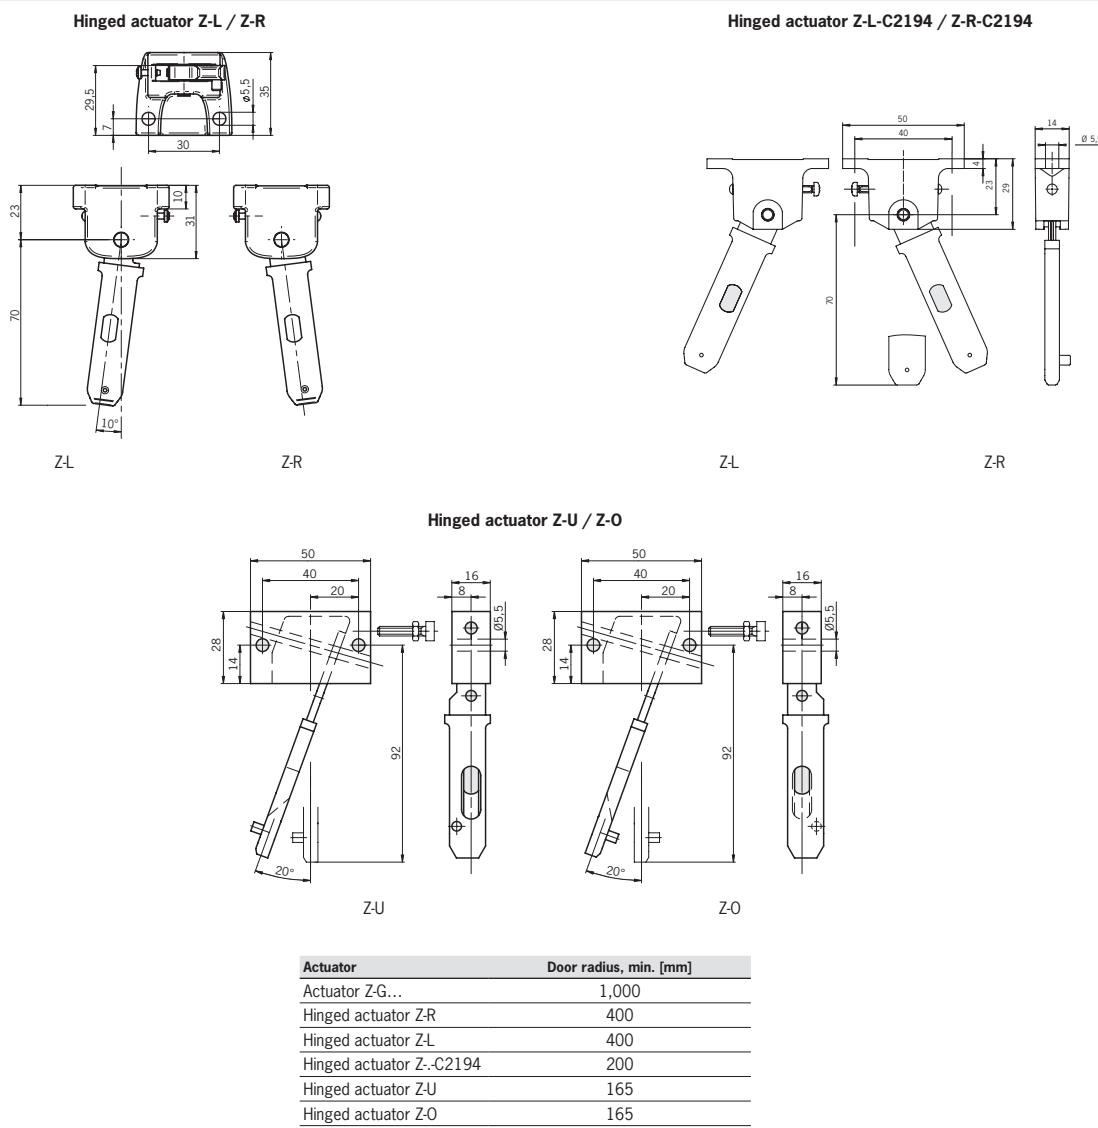

Fig. 10: Minimum door radii
- Tenez compte également du rayon de porte et des possibilités de fixation (voir Fig. 10).